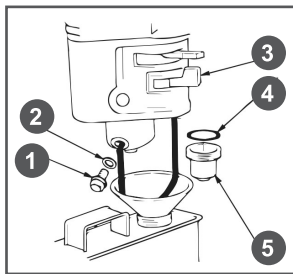

Рис.28 Обслуживание фильтра-отстойника
1. Установите рычаг топливного крана 3 (Рис. 28) в положение «ЗАКРЫТО».
3. Открутите болт 1 сливного отверстия и слейте топливо из поплавковой камеры карбюратора (Рис. 28).
- Открутите стакан отстойника 5, вылейте из него топливо в заранее подготовленную емкость (Рис. 28).
1. Слейте топливо из топливного бака и карбюратора (Рис. 28).